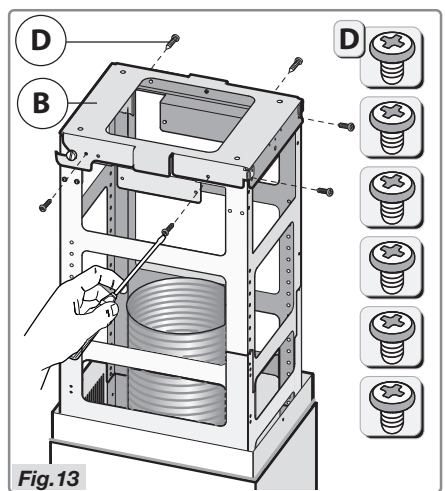

Fig. 13
- et l'élément de fixation **B** avec les 6 vis **D** (Fig. 13).